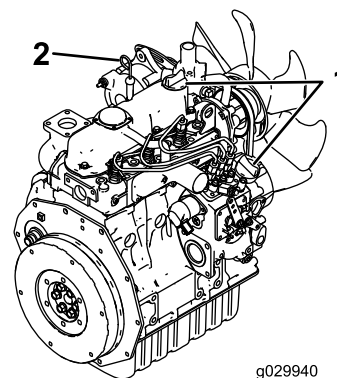

Figura 25
4. Limpie alrededor de la varilla de aceite y el tapón de llenado de aceite (Figura 25).